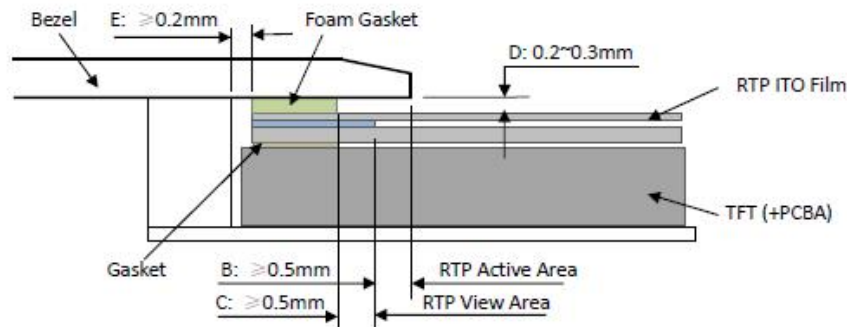

Figure 4
- It should bezel touching the RTP Active Area (A.A.) to prevent abnormal touch.It should left gab  $D=0.2\sim 0.3\text{mm}$  in between. (Figure 4)
It is suggested to protect those areas with gasket (between the bezel and RTP).The suggested figures are  $B\geq 0.50\text{mm}$ ;  $C\geq 0.50\text{mm}$ . (Figure 4)
- The bezel side wall should keep space  $E= 0.2 \sim 0.3\text{mm}$  from the RTP. (Figure 4)
- 为避免面框直接压在动作区(A. A.)上造成误操作，面框与电阻触摸屏(RTP)之间应留有一定的空隙  $D=0.2\sim 0.3\text{mm}$  之间。(附图 4)
- 设计面框时，要注意用面框保护触摸屏四周的非保证操作区域，因为布线区域在此处形成一台阶，在此区域附近操作时 ITO Film 变形较大，容易导致 ITO 损坏而降低寿命。为保护 RTP 和避免误操作，在 RTP 与面框之间垫缓冲物 (Gasket)，我们建议设计面框应覆盖动作区的边缘，面框边缘到 V. A. 区的距离  $B\geq 0.50\text{mm}$ ；垫圈内边缘到 V. A. 区的距离  $C\geq 0.50\text{mm}$ 。(附图 4)
- 在设计面框与 RTP 组装时，应考虑到面框内侧与 RTP 外侧的间距  $E\geq 0.2\text{mm}$ 。(附图 4)